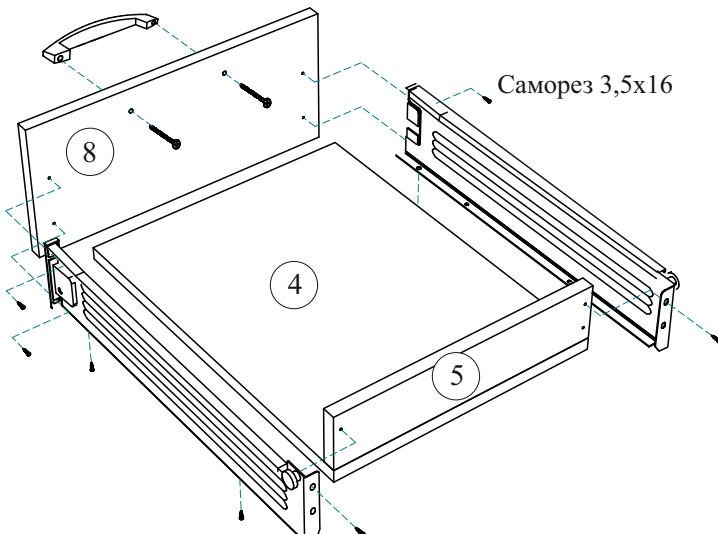

Рис.3
4. Соберите и установите ящик (рис. 3).